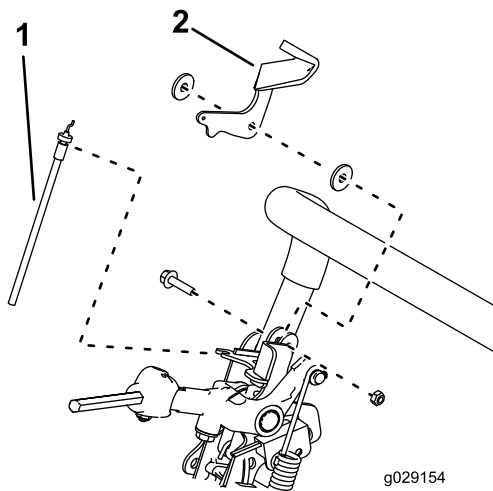

图4
8. 拆下并丢弃油门拉索 图4。
9. 拆下并丢弃油门杆但应保留固定件 图4。